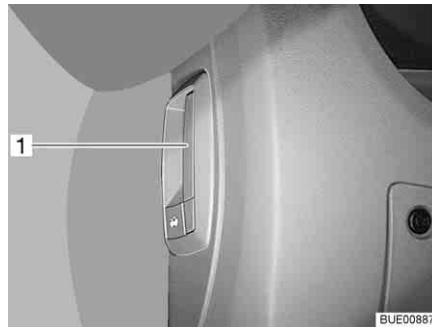

Fig. 38 Levier de déverrouillage capot moteur (dans le véhicule)
- Tirer sur le levier (Fig. 38,1) à gauche sous le tableau de bord ou sur le côté de ce dernier.